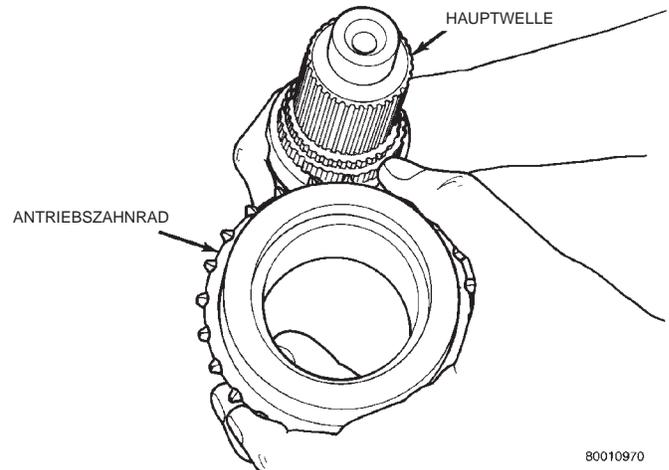

Abb. 30 Antriebszahnrad ausbauen
(3) Das Antriebszahnrad von der Hauptwelle schieben (Abb. 30).